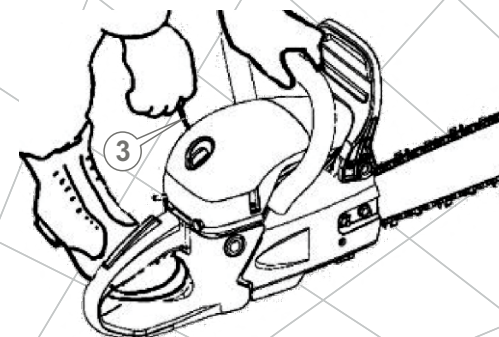
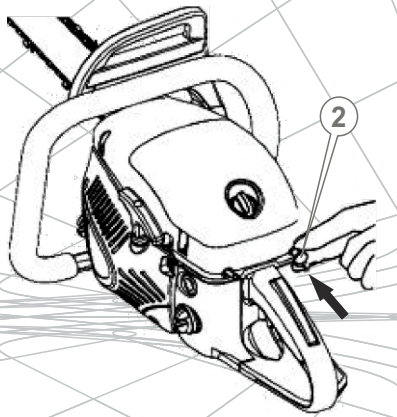

Рис. 15
Рис. 17
6. Установите бензопилу на ровной поверхности. Удерживайте изделие, как показано на рисунке (см. рис. 15).
- Приведите в действие стартер двигателя: вначале осторожно потяните на себя рукоятку стартера (3) (см. рис. 15), пока не ощутите сопротивление. Ощувив сопротивление, верните рукоятку в исходное положение, а затем резко потяните на себя рукоятку стартера. Проведите данную процедуру 2-3 раза, пока двигатель не начнет «схватывать». Как только двигатель начнет «схватывать», остановите процесс запуска бензопилы и сразу же откройте воздушную заслонку карбюратора, установив ручку заслонки в исходное положение (см. рис. 17).